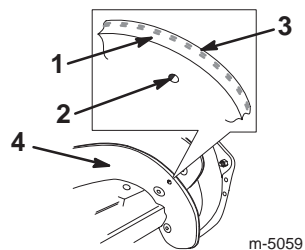

Figure 15
1. Examinez le bord de la pale neuve pour détecter la différence d'épaisseur des couches de caoutchouc (Fig. 15).
Montez les pales en dirigeant la couche de caoutchouc épaisse vers l'intérieur de la face incurvée (Fig. 15). L'usure des pales sera accélérée si vous ne les posez pas correctement.